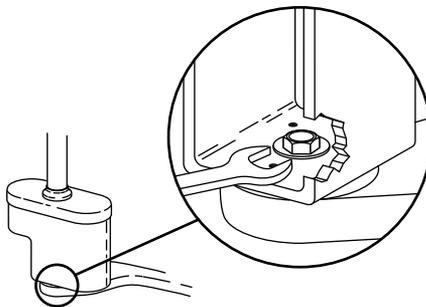

Figura 14. Giro de la caja de servicios
7. Si la caja de servicios está montada de forma paralela al sillón, será necesario girar la caja de servicios en el adaptador montado en sillón. Utilice una llave de 15/16 pulgadas para aflojar el perno mostrado en la figura 14. Gire la caja y apriete el perno.